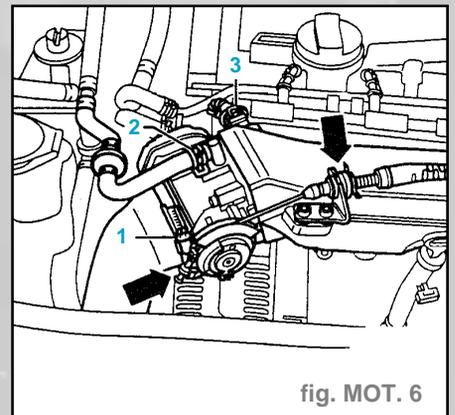

fig. MOT. 6
- (2) Détecteur de cliquetis I.
- (3) Transmetteur de régime-moteur (gris).
- (4) Détecteur de cliquetis II.
- (6) Contacteur de pression d'huile.
- Débrancher le flexible de dépression (5) sur la tubulure d'admission.
- Décrocher le câble d'accélérateur sur l'unité de commande de papillon et le contre-appui sur la tubulure d'admission (flèches) (ne pas enlever l'ergot de retenue) et placer le câble d'accélérateur de côté (fig. mot. 6).